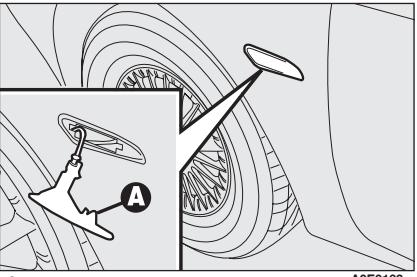

fig. 30
- empuje la parte transparente en el sentido contrario a la dirección de marcha del coche, de forma que se comprima el gancho de fijación **A**-fig. 30. Suelte la parte anterior y saque el grupo;
- vuelva a montar el portalámparas **B** en la parte transparente **C** y coloque el grupo hasta oír el "clic" de bloqueo del gancho de fijación **A**-fig. 30.